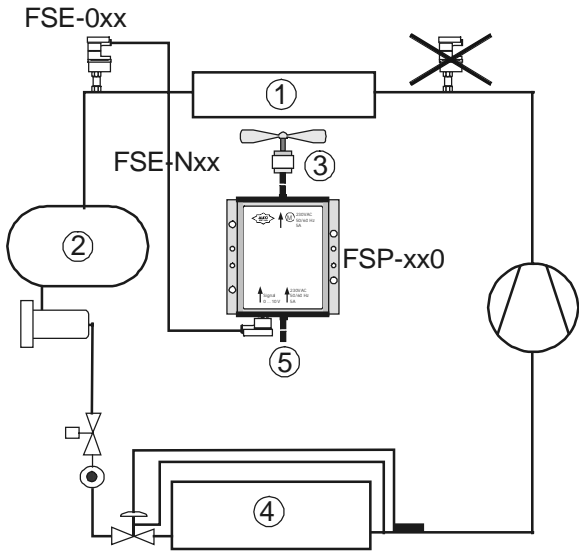

Fig.1
patrz Rys. 1 za skraplaczem (1) przed zbiornikiem (2), preferowane położenie króćca ciśnieniowego u dołu. (3) = wentylator, (4) = parownik, (5) = zasilanie sieciowe,
Fig. 1: a valle del condensatore (1) prima dell'accumulatore (2), preferibilmente con la presa di pressione verso il basso. (3) = ventilatore, (4) = evaporatore, (5) = alimentazione